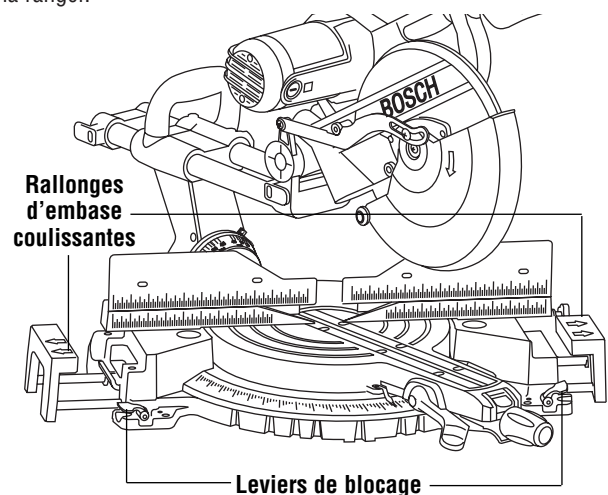

Figure 20. Rallonges d'embase coulissantes
**Rallonges coulissantes de l'embase** – ces rallonges permettent de mieux supporter les pièces et sont surtout utiles lors du sciage de pièces longues. Pour changer leur position, il suffit de débloquer les leviers de blocage des rallonges de l'embase, de déplacer les rallonges et de bloquer les leviers (Figure 20). (Voir également butée de longueur à la page 95.)